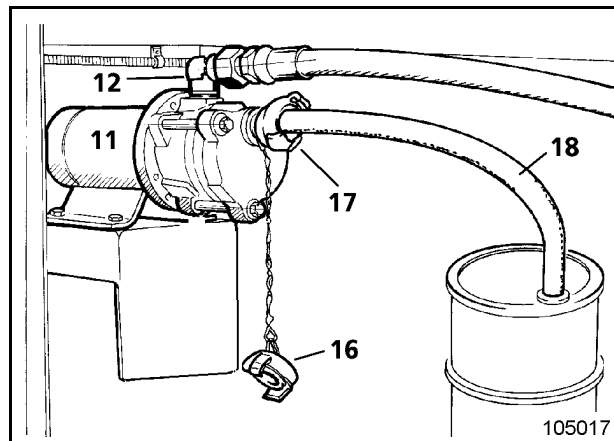

Fig. 3-36:
- Soltar la atornilladura de ángulo (12, Fig. 3-36:) y llenar la bomba (11) de combustible.
- Apretar la atornilladura de ángulo (12).